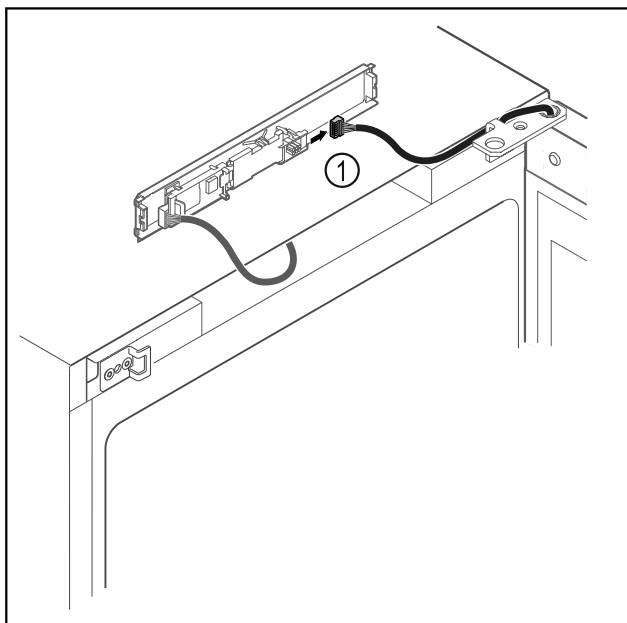

Fig. 17
- Træk stikket ud af Fig. 17 (1) printkortet.